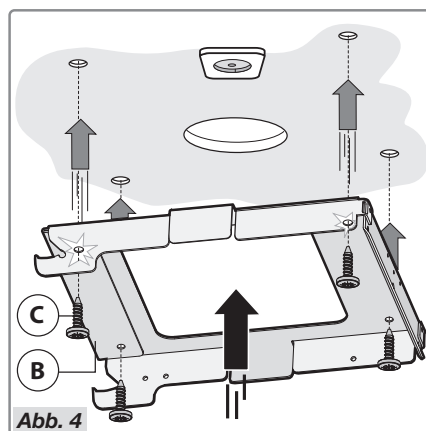

Abb. 4
- Nehmen Sie die Halterung **B** und befestigen Sie diese mit den 4 Schrauben **C** (Abb. 4) an der Decke.